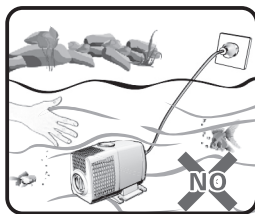

Figure 2
- Débranchez toujours l'alimentation électrique avant toute intervention d'entretien ou de mettre vos mains dans l'eau où la pompe est immergée (Figure 2).